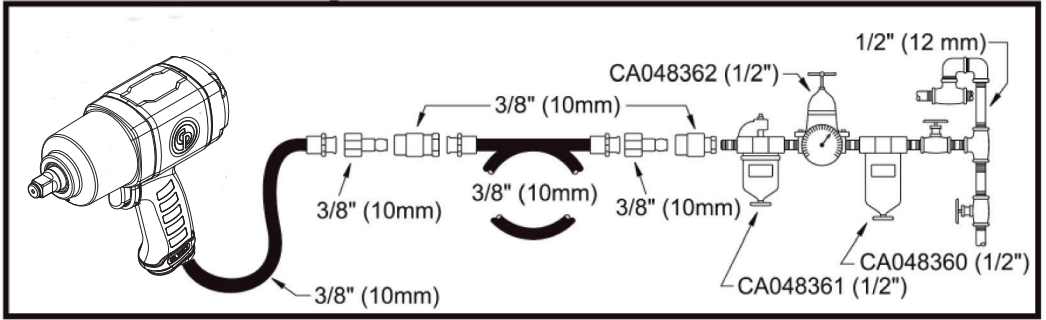

Fig. 01
- Connect device as shown in Fig. 01.
- Das Gerät wird in Abb. 01 gezeigt anschließen.